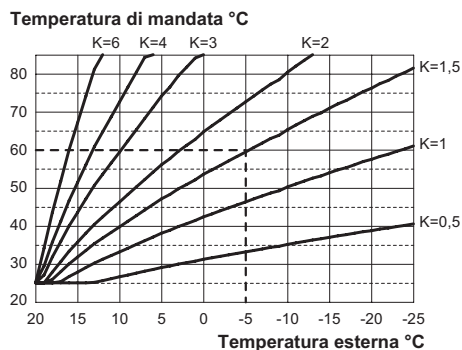

Figura 5.29
Se alla caldaia **È COLLEGATO** il comando remoto (opzionale) riferirsi alla Figura 5.29.
Quando si installa la sonda esterna bisogna impostare questo parametro in base al rendimento dell'impianto di riscaldamento per ottimizzare la temperatura di mandata (Figura 5.29).
Es. Per avere una temperatura di mandata all'impianto di riscaldamento di 60°C con una esterna di -5°C si deve settare un K di 1,5 (linea tratteggiata in Figura 5.29).
- Utilizzando i tasti 10 o 11 è possibile modificare il valore del parametro 15 da un minimo di **01** ad un massimo di **60** in base alla curva scelta del coefficiente K in Figura 5.29 (il valore letto sul display corrisponde a valori decimali di coefficienti K).